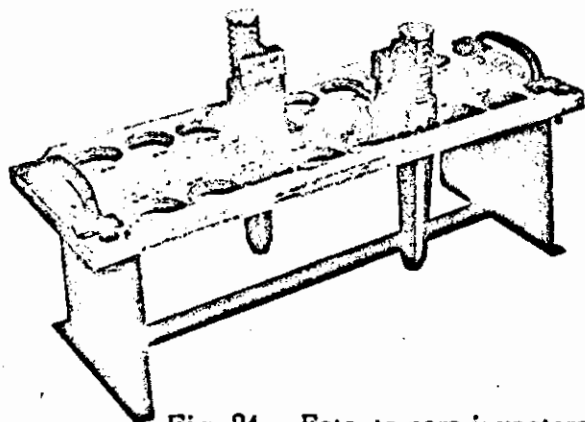

Fig. 24 – Estante para inyectores
12. Colóquese el bloque de embarque sobre el pasador roscado del cuerpo para proteger las tapas de filtro abiertas y colóquese el inyector ya armado en el estante de almacenaje de inyectores No. 8159288, Fig. 24 para cuando se vayan a probar los inyectores.